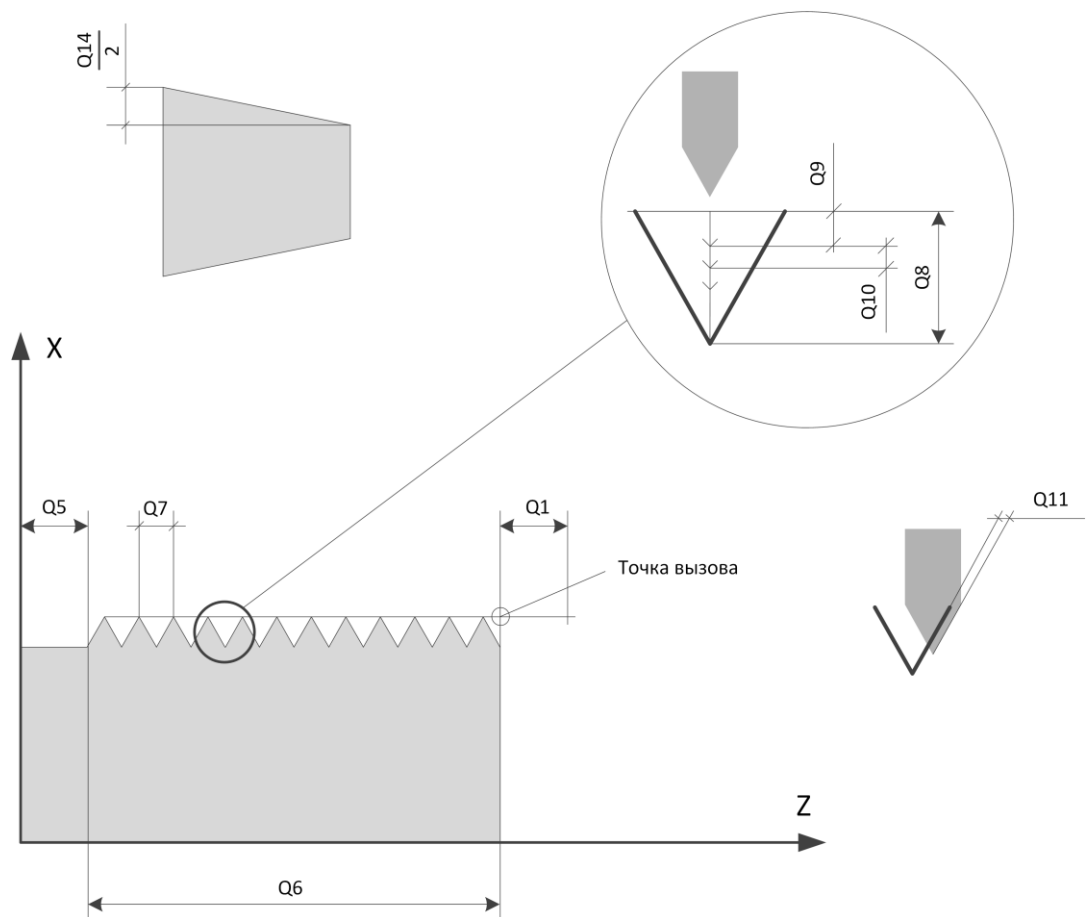

Рисунок 11.4 – Многопроходное нарезание резьбы
- Q11 – погрешность нарезания. Под погрешностью понимается величина допустимого выхода резца за пределы контура резьбы (см. Рисунок 11.4). Положительное значение, меньшее шага резьбы. Реальные возможности по соблюдению заданной погрешности зависят от приводов и датчиков положения станка.